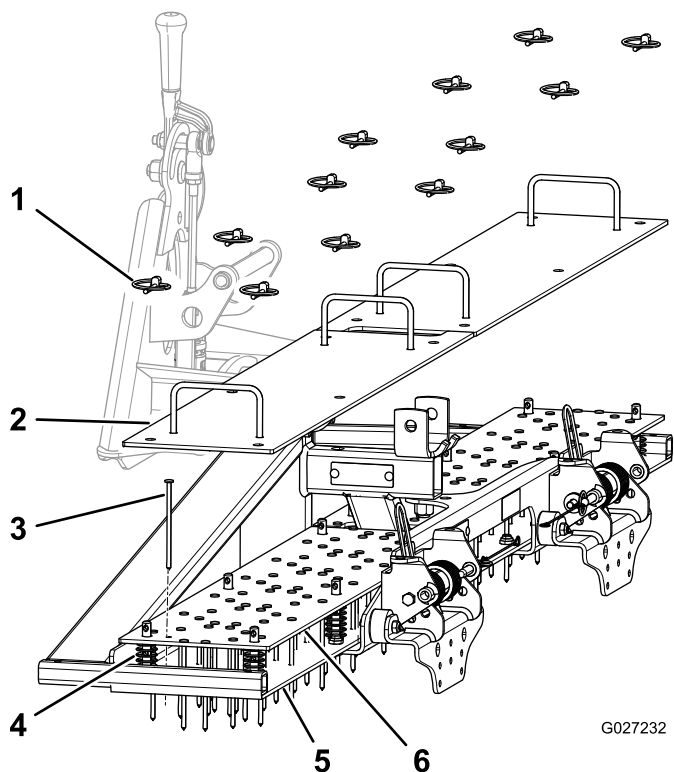

図3
2. リンチピンを取り外す 図3。
3. トップ・プレートを取り外す 図3。
4. ネイルを外す 図3。
5. ネイル・プレートを取り外す 図3。